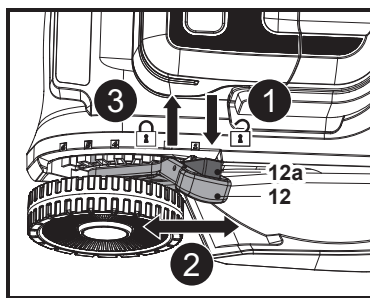

Fig. 12
1. Appuyer sur le bouton de verrouillage (12a) et le maintenir dans cette position (Fig. 12, étape 1).
2. Déplacer le levier (12) vers l'avant ou vers l'arrière pour régler la hauteur de coupe (Fig. 12, étape 2).
3. Relâcher le bouton de verrouillage (12a) et s'assurer que le levier (12) s'engage correctement dans l'encoche (Fig. 12, étape 3).